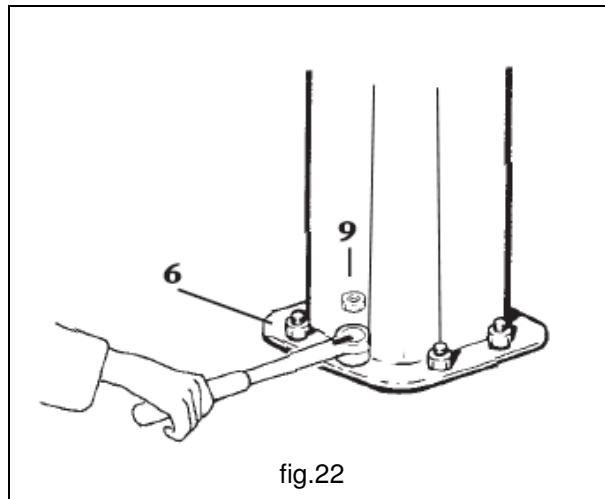

fig.22
7. Assicurare successivamente i dadi contro lo svitamento con i relativi controdadi **9** (fig.22).